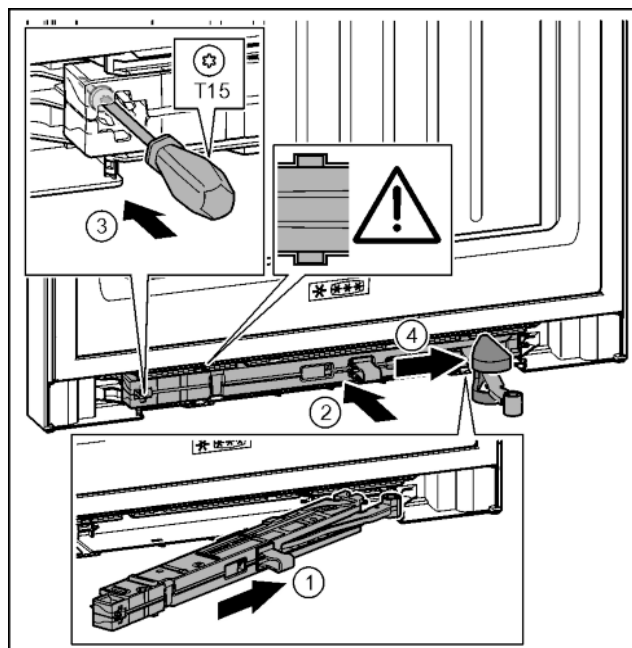

Fig. 38
- ▶ Jednotku tlumiče zavírání na straně stojanu ložiska zasuňte až na doraz šikmo do výklenku. Fig. 38 (1)
- ▶ Jednotku tlumiče zavírání zcela zasuňte do výklenku. Fig. 38 (2)
- ▶ Šroubovákem T15 pevně utáhněte šroub. Fig. 38 (3)
- ▶ Posuňte kryt přes kloub. Fig. 38 (4)